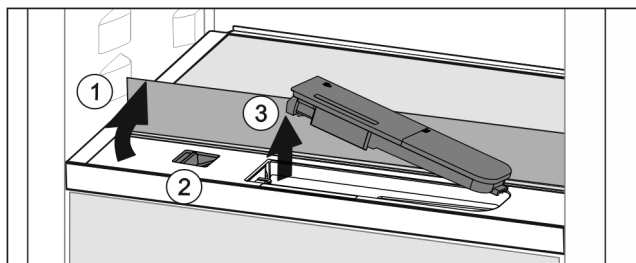

Fig. 35
- ▶ Ridicați placa de sticlă și rabatați în spate până la opritor Fig. 35 (1).
- ▶ Împingeți zăvorul Fig. 35 (2) spre stânga.
- ▶ Scoaterea rezervorului de apă Fig. 35 (3).